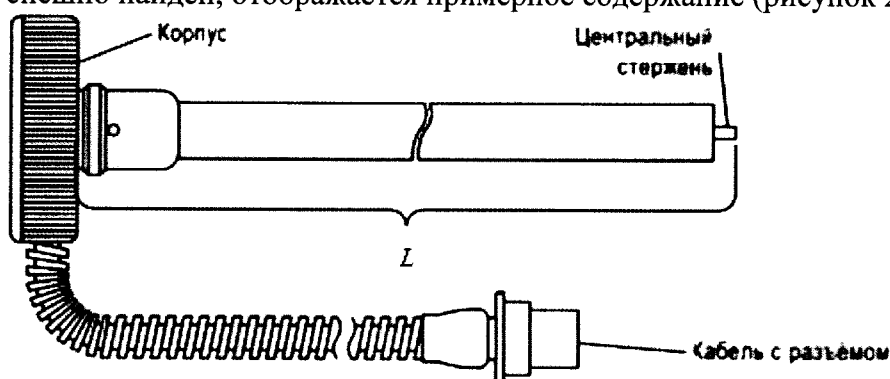

Рисунок 1- Схема датчика «Уровень М1»
– При помощи измерительной рулетки отложить отрезки  $L_z$  на измерительном элементе (далее «ЧЭ») датчика равные 5 %, 25 %, 50 %, 75 % и 95 % от длины  $L_y$ , мм (рисунок 1).